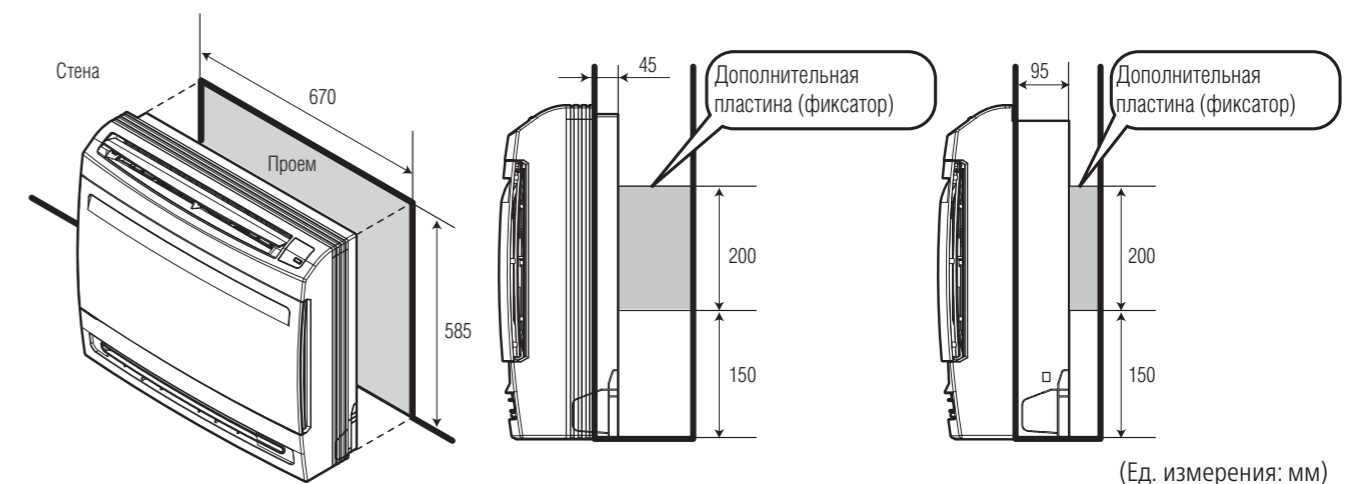

Рис.1
1. Прodelать отверстие в стене, как показано на рис. 1